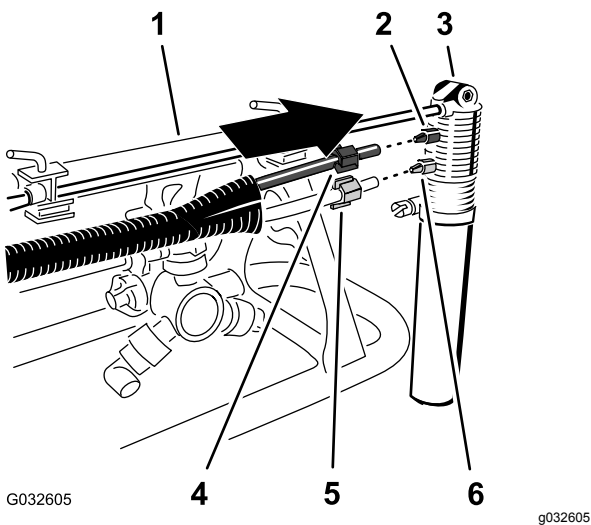

Рисунок 28
- Наденьте синюю зажимную гайку на конец синей трубки и белую зажимную гайку на конец прозрачной трубки (Рисунок 28).
2. Совместите конец прозрачной трубки с белой зажимной гайкой на белом фитинге насадки пенного маркера и затяните зажимную гайку от руки (Рисунок 28).
3. Совместите конец синей трубки с синей зажимной гайкой на синем фитинге насадки пенного маркера и затяните зажимную гайку от руки (Рисунок 28).